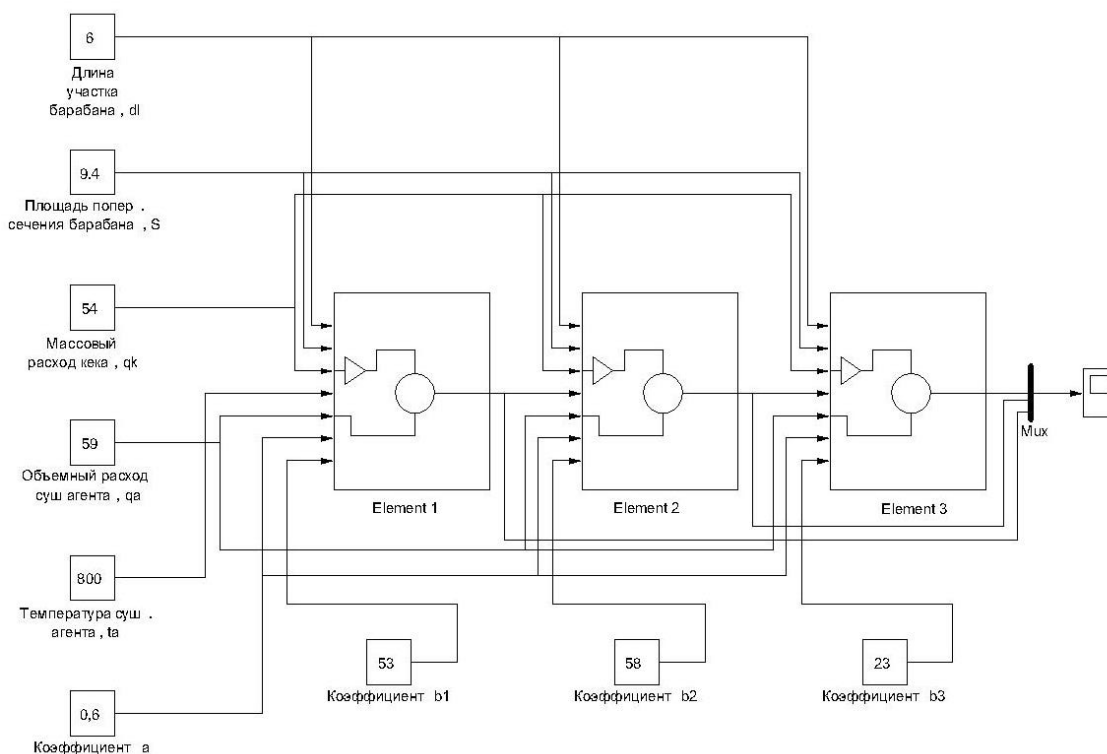
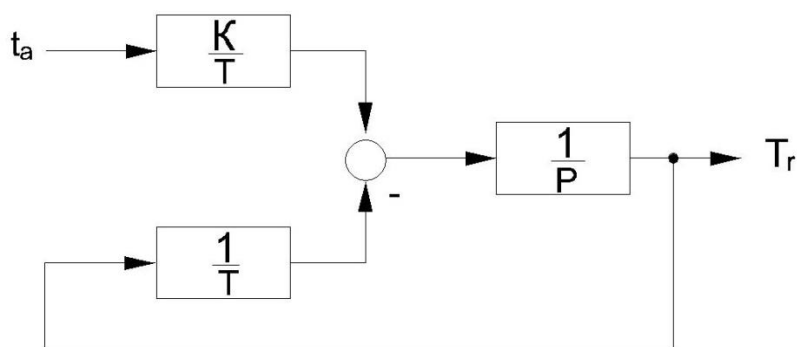

Рис. 3.3. Распределенная модель сушильного барабана, созданная в системе визуального моделирования SIMULINK
Рис. 3.4. Структурная модель инерционного звена 1-го порядка
На основе указанного подхода в системе моделирования Simulink строится распределённая имитационная модель, представляющая собой блочную конструкцию, в которой последовательно связанные программные модули Element 1, Element 2, Element 3 имитируют соответствующие участки барабана. Пример распределенной модели сушильного барабана приводится на рис. 3.3.
7. Для реализации верхнего уровня модели сушильного барабана (см. рис. 3.3) необходимо открыть раздел Ports & Subsystems библиотеки блоков SIMULINK и перетащить из него, удерживая левую клавишу мыши, в нашу модель SUSHKA блок Subsystem (Подсистема). Переименуйте блок Subsystem в Element1. Кроме названного блока, для реализации верхнего уровня модели потребуются блоки: Constant (Постоянная величина) из раздела Sources (Источники), Mux (Объединитель сигналов) из раздела (Блоки коммутации сигналов) и Scope Signal Routing (Автоматический осциллограф) из раздела Sinks (Получатели). Поместите их на поле модели SUSHKA3 рядом с блоком Element 1.
9. Реализовать полностью нижний уровень модели – построить внутреннюю модель элементарного участка барабана Element1 на основе передаточной функции (3.1) и выражений (3.2), (3.3). Важно, что параметры передаточной функции (3.1) – коэффициент передачи K и постоянная времени T не являются постоянными величинами, а зависят от технологических показателей процесса сушки. В ходе экспериментирования на модели оператор меняет технологические показатели, что требует каждый раз автоматического пересчёта параметров K и T . Алгоритм автоматического пересчёта параметров K и T передаточной функции (3.1) по выражениям (3.2) и (3.3) реализуется с помощью математических блоков встроенной библиотеки Simulink во внутреннем рабочем поле блока Element1. Источниками величин для расчета K и являются входные порты блока Element1. Технологические параметры задаются вне блока Element 1, информация передаётся внутрь блока через входные порты так как это показано на рис. 3.3. После создания математической модели расчёта параметров K и T необходимо. В рабочем поле блока Elemental сформировать модель инерционного звена первого порядка передаточной функцией (3.1) на базе структурной схемы, изображенной на рис. 3.4.
10. Проверить на адекватность модель элементарного участка сушильного барабана Element 1, для чего необходимо закрыть внутреннее рабочее поле блока Element 1 и выйти в рабочее поле внешней модели SUSHKA3. На блоке Element 1 мы видим появившиеся хвостики входов и выходов (рис. 3.3), необходимо подключить к соответствующим входом Element 1 блоки Constant, и задать величины технологических параметров численно, полезло подписать каждый блок Constant, к
11. Построить схему модели верхнего уровня - полной модели сушильного барабана. (см. рис. 3.3). Для чего создать две копии блока Element 1. Связать последовательно блоки Element 1, Element 2, Element 3 по температуре отходящих газов (выходной параметр каждого предыдущего блока является входным параметром t а для последующего). Выходные сигналы всех блоков Element объединить через блок Mix и вывести на осциллограф Scope.